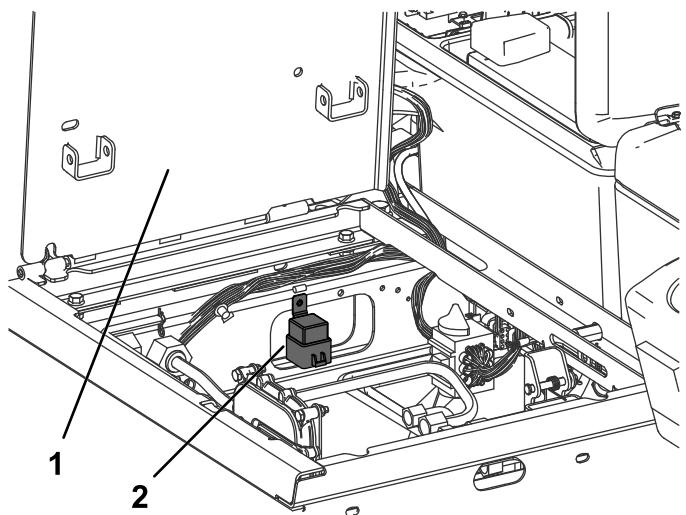

Bild 26
7. Befestigen Sie das Relais mit der mitgelieferten Blechschiene an der Relaisbefestigung an, wie in Bild 26 abgebildet.